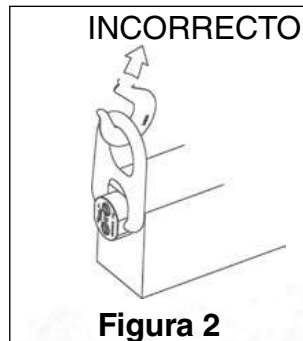

Figura 2
- Aplique una carga parcial y verifique que el cáncamo gire correctamente. Asegúrese de que la carga se alinee en la dirección del giro (Figura 4). No debe haber interferencias entre la carga (pieza a izar) y el aro del cáncamo (Figura 2).